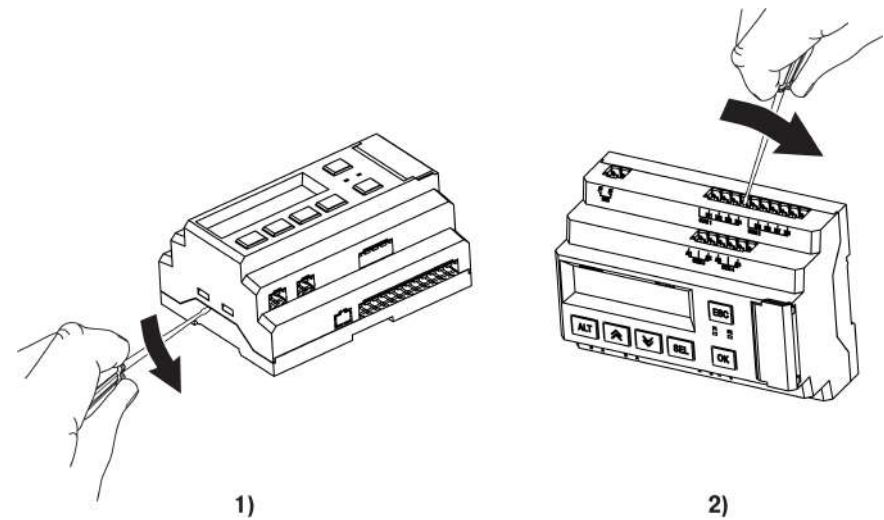

Рисунок 8.1 – Снятие верхней крышки
2. Снять верхнюю крышку. Отверткой вывести из зацепления защелки основания из отверстий в торцевых поверхностях крышки (см. рисунок 8.1, 1). Приподнять крышку над основанием.
3. Отверткой отогнуть крышку от разъемов на среднем уровне с двух сторон (см. рисунок 8.1, 2). Усилие следует прикладывать у нижних разъемов.